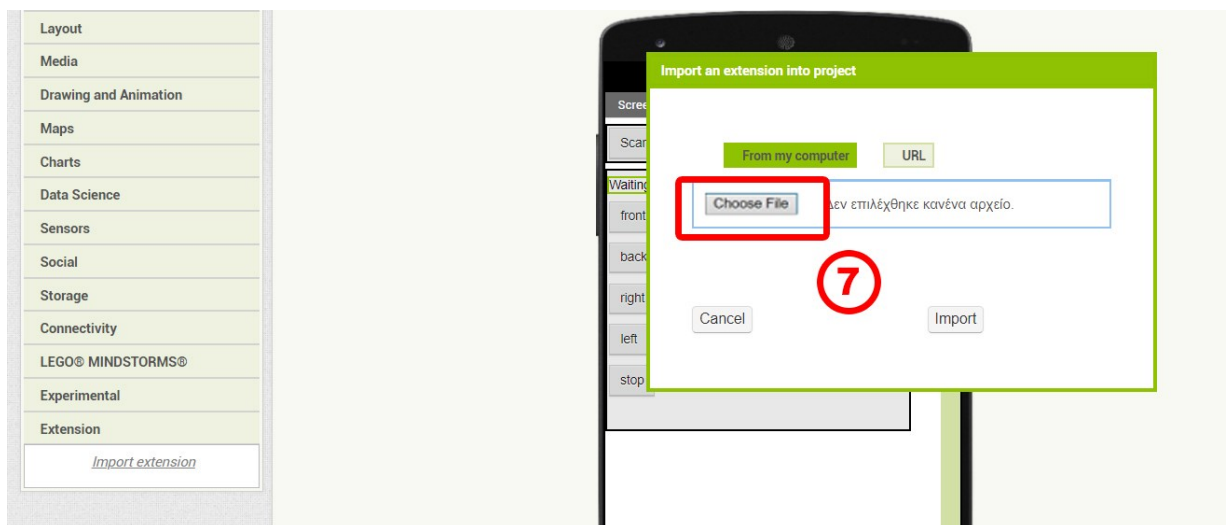

Figura 10: Clique no botão Escolher ficheiro para procurar o ficheiro de extensão na sua pasta local
No menu instantâneo, clique no botão Escolher ficheiro (7) para procurar na sua pasta local e seleccionar a extensão descarregada (Figura 10). Certifique-se de que a opção "From my computer" (Do meu computador), localizada acima do botão Choose File (Escolher ficheiro), está seleccionada.